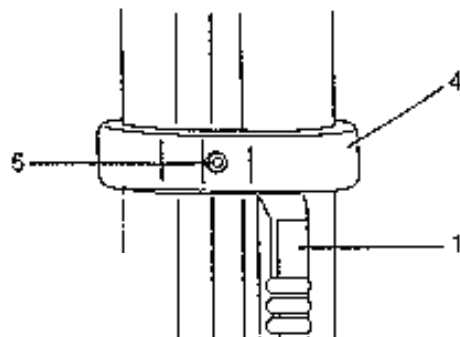
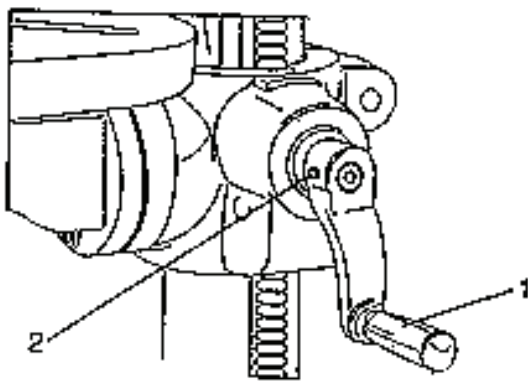

Abb. 6
Abb. 7
6. Halten Sie den Befestigungsarm und die Zahnstange gegen die Säule (Abb. 6) und schieben Sie den Zahnstangenring (4) auf die Säule.
7. Die Zahnstange (1) passt unter den Zahnstangenring (4). Vergewissern Sie sich, dass genug Spielraum zwischen der Zahnstange und dem Ring ist, um dem Tisch zu gestatten, sich um die Säule zu drehen.
8. Ziehen Sie die Stellschraube (5) an, um den Ring in Position zu halten.
9. Bringen Sie den Griff (1) an, in dem Sie die Stellschraube (2) anziehen. (Abb. 7)